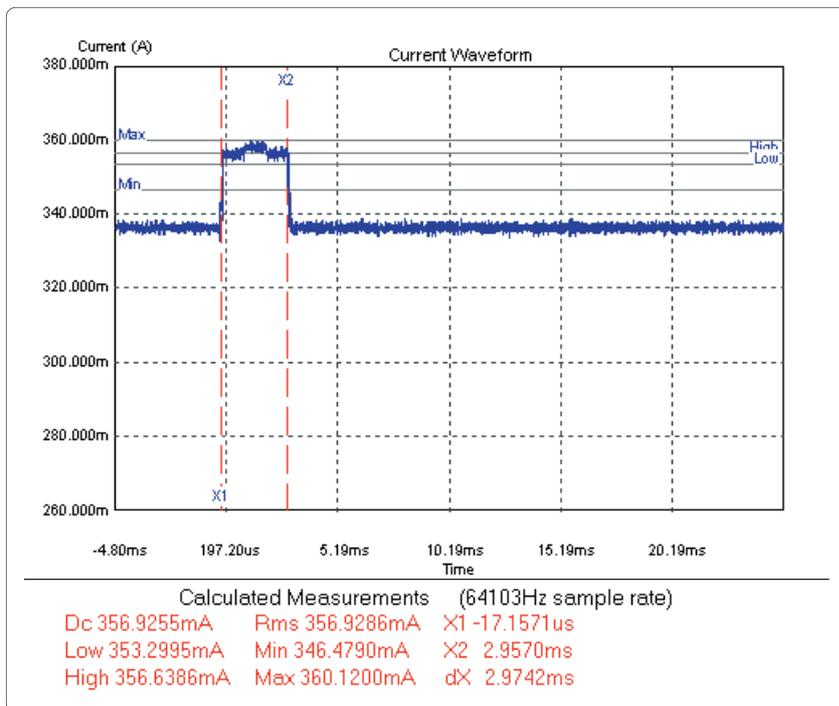

図3. 無線LANカードのビーコン送信の電流ドレイン・パルス
- 送信パルスの拡大図を図3に示します。送信電流レベルは受信レベルよりも20 mA高いことがわかります。幅3 msのこのビーコン送信パルスは、平均電流ドレインに対して約0.6 mAしか寄与しません。このアイドル動作とは対照的に、データがアクティブにアップロードされているときには、データ・ペイロードとその結果である送信パルス幅は長くなります。